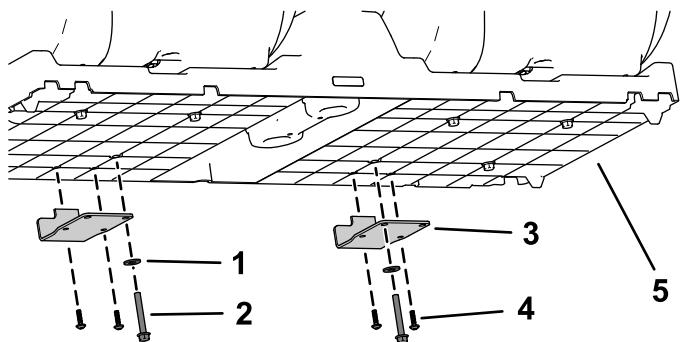

图8
1. 用之前卸下的 4 个梅花头螺丝、2 个凸缘头螺栓和 2 个垫圈将 2 个座椅铰链支架安装到座椅底座组件上图8。